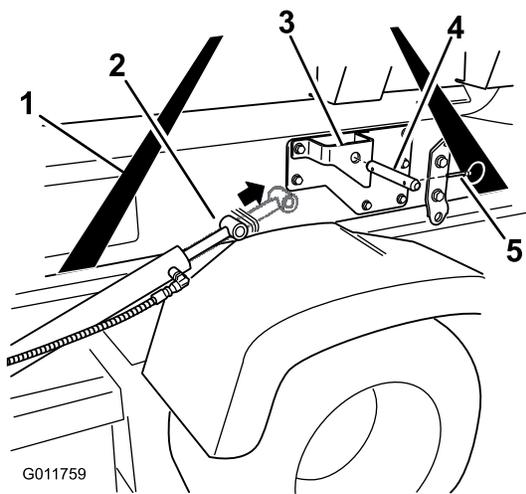

Figura 20
4. Estenda os cilindros de elevação para os suportes no patim do depósito. Alinhe os braços do cilindro com os furos nos suportes do patim do depósito (Figura 20).